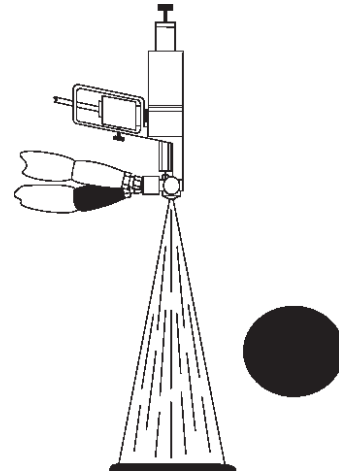

FIG. 13: Forme désirée
- a. Après avoir remis la vis de réglage en place, effectuer des réglages de précision (un huitième de tour ou moins dans un des deux sens selon besoin) pour obtenir la forme indiquée sur FIG. 13. Visser davantage au-delà de ce stade